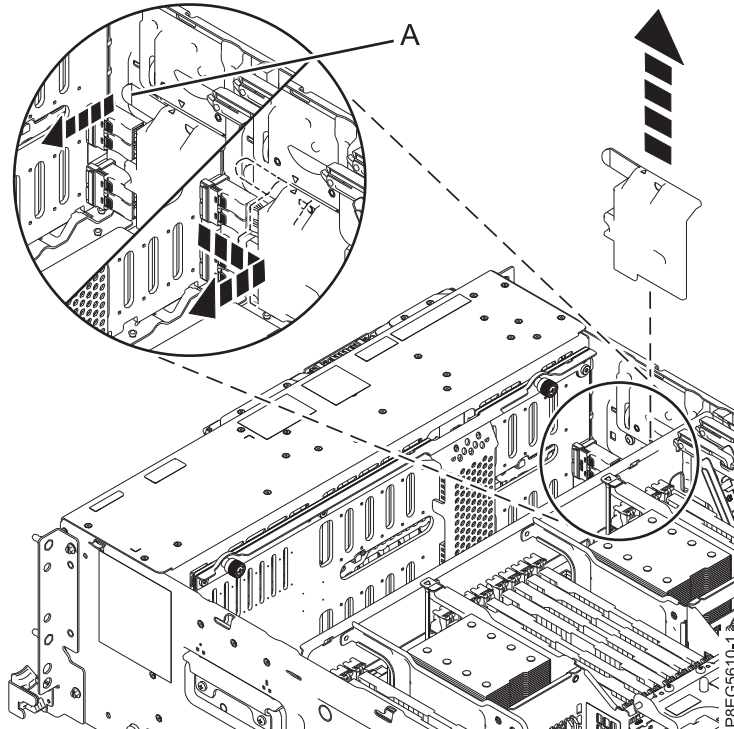

Abbildung 13. Ausbauen der SAS-Kabelabdeckung
3. Bauen Sie die Abdeckung vom vorderen SAS-Kabel aus. Greifen Sie den Griff (A) und ziehen Sie ihn von der Seite des Systems weg. Schieben Sie anschließend die Abdeckung über die Rückseite, um sie auszubauen (wie dargestellt in Abb. 13 auf Seite 17).